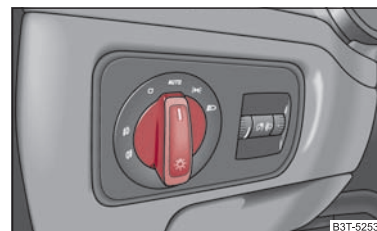

Fig. 47 Cuadro de interruptores: Conmutador luz
- Gire el conmutador de luces ⇒ fig. 47 hasta la posición **AUTO**.
- Gire el conmutador de luces → página 63, fig. 47 hasta la posición **AUTO**.